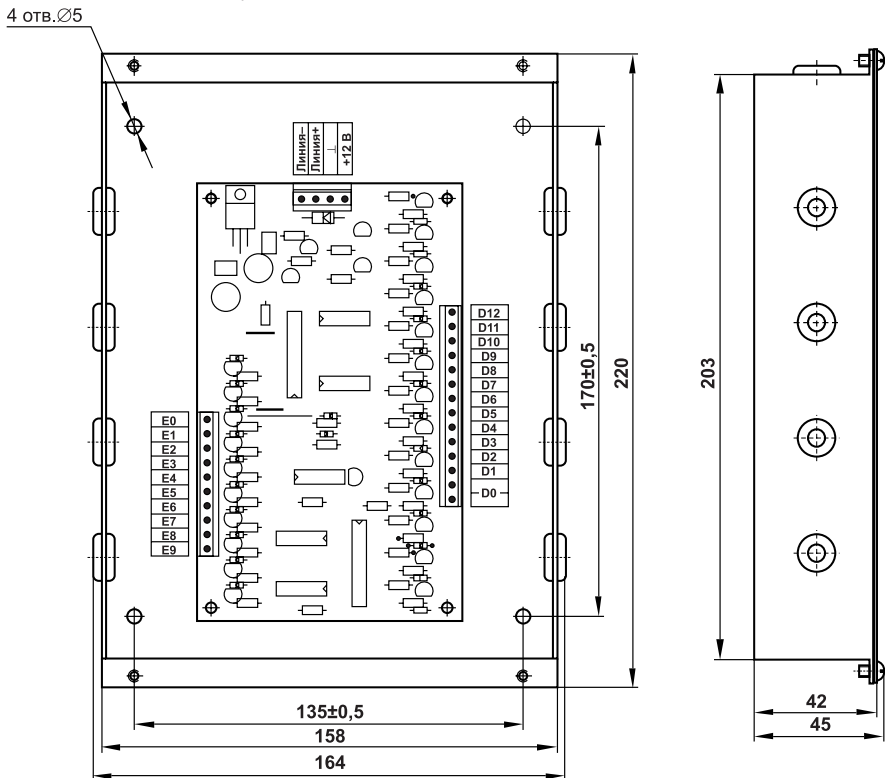

Рис.4. Габаритный чертеж коммутатора PERCo-C-128
На рис. 4 приведен чертеж общего вида коммутатора. Коммутатор выполнен в металлическом корпусе, на днище которого нанесена маркировка клеммных колодок.
- Снимите крышку коммутатора. В днище имеются 4 отверстия для крепления устройства (см. рис. 4). Произведите разметку отверстий для крепления корпуса. Закрепите коммутатор с помощью 4-х шурупов 4х30.